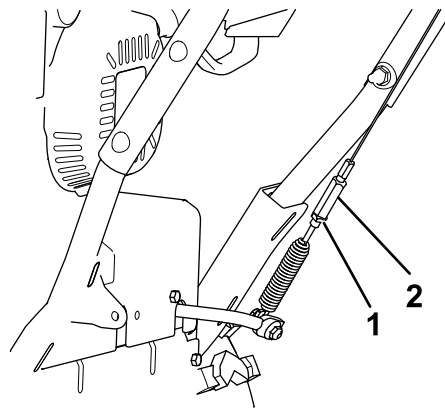

Figura 27
5. Allentate il controdamo (Figura 27).
6. Allentate o serrate il tornichetto che regola la tensione del cavo (Figura 27).